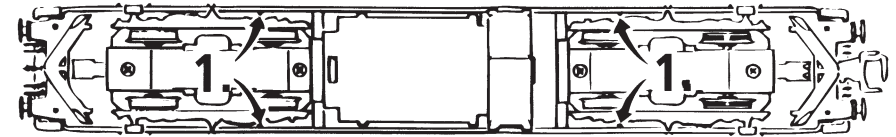

Fig. 2
**Aufrüstung:** Sie können für Ihren Fahrbetrieb unter verschiedenen Kupplungen wählen (Fig. 2). Wir empfehlen den Einsatz der **ROCO-Kurzkupplung**.
Im beigelegten Zurüstbeutel finden Sie auch kleine vorbildgetreue Steckteile für eine erweiterte Aufrüstung Ihrer Lokomotive (Fig. 2), die Sie bitte **vorsichtig montieren**. **Achtung!** Kleben nur mit ausdrücklichem Hinweis.
**Les attelages:** En vue d'une exploitation pratique sur votre réseau vous pouvez choisir parmi plusieurs types d'attelages conformes aux différents systèmes d'attelage pratiqués en H0 (voir fig. 2). Nous vous recommandons l'emploi de l'**attelage court ROCO**.
Le sachet joint comprend entre autres des petites pièces de finition conformes à la réalité et à **rapporter avec précaution** par le modéliste (fig. 2), si désiré.
**En extra service:** U kunt voor uw model diverse koppelingssystemen kiezen. Wij adviseren het gebruik van **Roco kortkoppelingen** (Fig. 2).